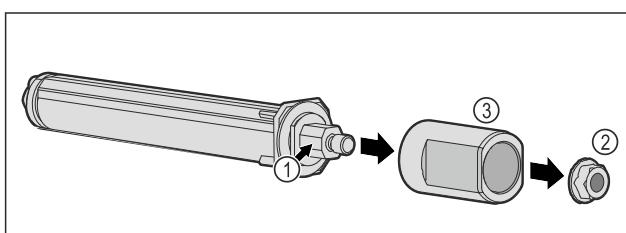

Fig. 54
▶ 请勿拆解关门系统 Fig. 54 (1)。
▶ 移除螺母 Fig. 54 (2)。
▶ 取下轴套 Fig. 54 (3)。